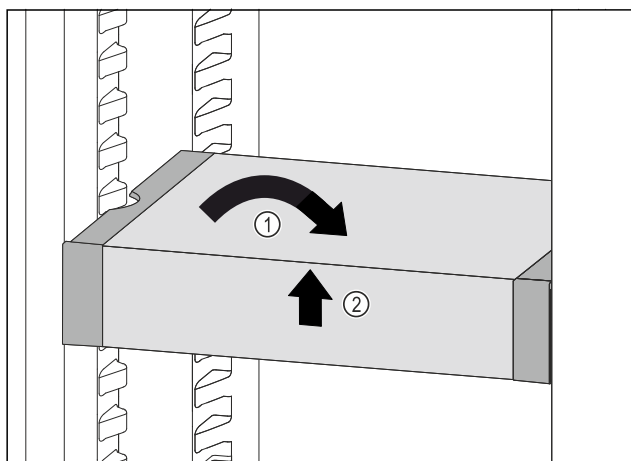

Fig. 114
- ▶ Remettre le VarioSafe droit. Fig. 114 (1)
- ▶ Soulever la partie avant du VarioSafe. Fig. 114 (2)